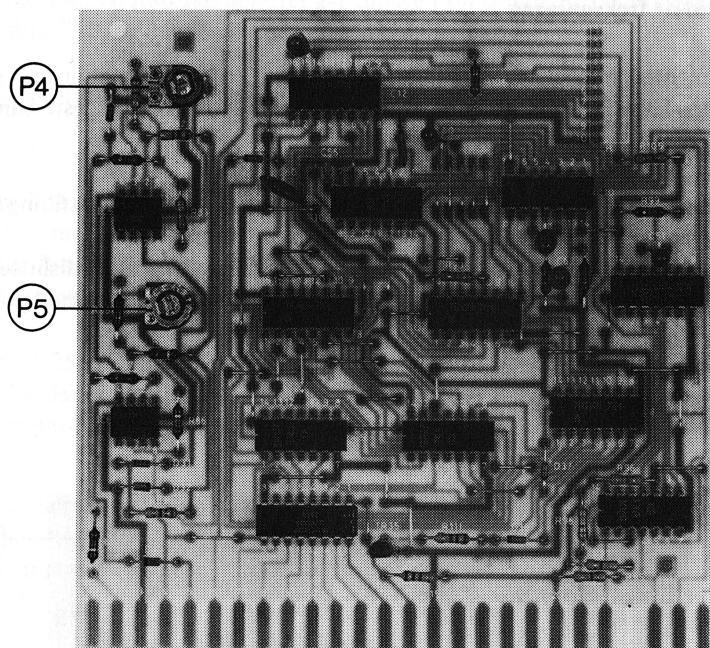

Fig. 7. Justering af skifteniveauer.
7. Potentiometeret P4, fig. 7, justeres således, at områdeskiftet til næste højere område sker ved "+1,5 dB".